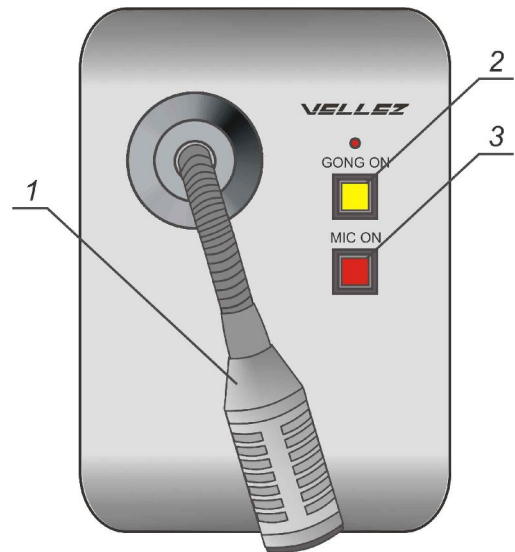

Рисунок 5
8.4 Размещение органов управления на пульте микрофонном ПМ3-01 приведено на рис. 5.